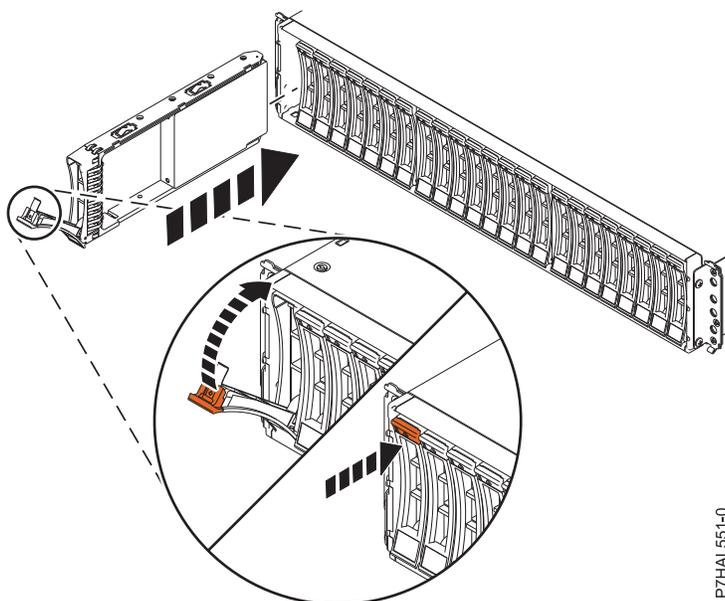

Figure 25. Installation ou remise en place de l'unité de disque dans le boîtier d'unité de disque 5887
2. Avec la poignée en position déverrouillée, comme illustré à la figure 25, à la page 26, maintenez l'unité par le dessous pour l'aligner avec les rails de guidage dans le boîtier.
4. Verrouillez l'unité en faisant tourner la poignée de la baie (A) dans la direction indiquée. figure 25.